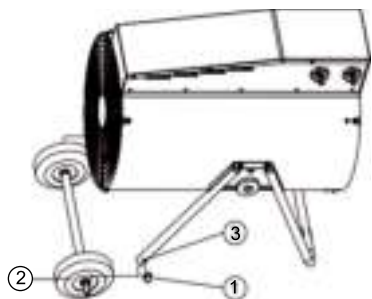
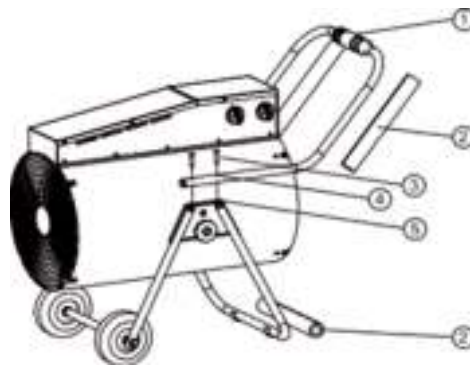

Рис. 7
Рис. 8
Открутить самоконтрящиеся гайки М10 (1) с колесной оси (2). Вставить ось с колесами в сборе (2) в отверстия опоры (3) и закрутить до упора самоконтрящиеся гайки М10(1) с двух сторон оси (Рис.7).
После монтажа колесной оси установить тепловую пушку на опору (Рис. 7). Отверстия (4) на ручке (1) совместить с резьбовыми гайками (5) на колесной опоре и закрутить винты (3). Снять транспортировочные изоляторы (2). Прибор готов к использованию. (Рис.8)